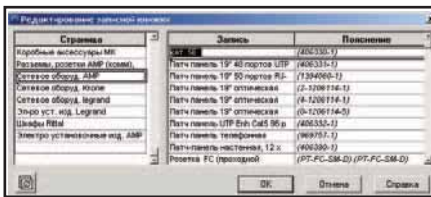

Рис. 4
- использовать инструмент "записная книжка" для ввода наиболее часто используемых записей (рис. 4);